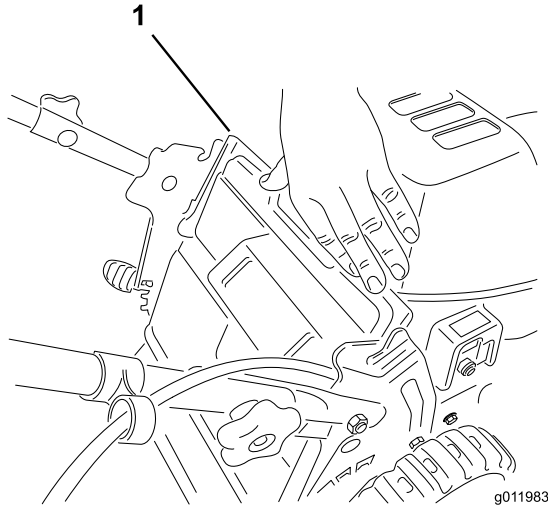

Figure 9
1. Soulevez le déflecteur arrière (Figure 9).